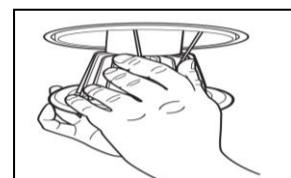

Figura 6
3. Una vez que todas las conexiones estén realizadas, apriete cada par de resortes de torsión y asíéntelos dentro de los soportes del montaje. Libere los resortes y empuje suavemente el ensamble en el montaje hasta que quede a nivel del techo. (Figura 6)
5. Una vez que todas las conexiones están realizadas, apriete cada par de resortes de torsión y coloque adentro de los soportes del montaje. Libere los resortes y empuje suavemente el ensamblaje en el montaje hasta que quede a nivel del techo. (Figura 6)
5. Dès que toutes les connexions sont terminées, pressez chaque paire de ressorts de torsion et insérez-les dans les supports du dispositif. Relâchez les ressorts et poussez délicatement la garniture dans le dispositif jusqu'à ce qu'elle affleure le plafond. (Voir Figura 6)